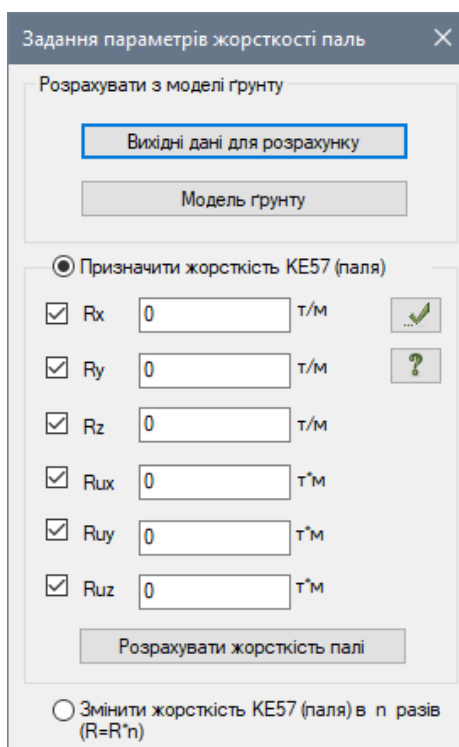

Рис. 22.10. Діалогове вікно **Завдання параметрів жорсткості паль**
- Натисканням по кнопці  – **Розрахунок жорсткості паль** (панель **Жорсткості та в'язі** на вкладці **Створення та редагування**) викличе діалогове вікно **Завдання параметрів жорсткості паль** (рис. 22.10).
- Для запуску системи **ГРУНТ**, у діалоговому вікні **Завдання параметрів жорсткості паль** (рис. 22.10) натисніть кнопку **Модель ґрунту**.